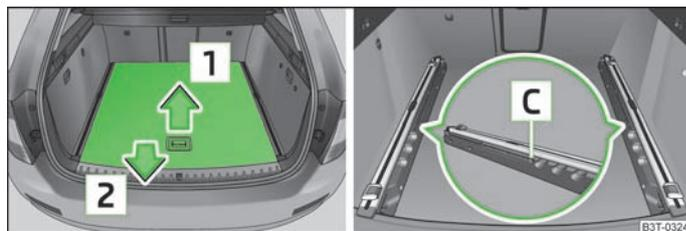
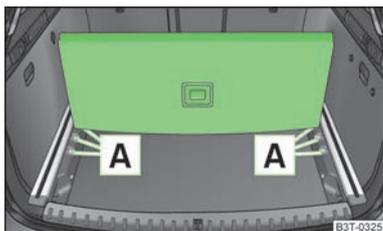

Fig. 73 Bagageira: remover parcialmente piso de carga variável
Fig. 74
- Segure na parte traseira do piso de carga variável pela pega, levante-a ligeiramente no sentido da seta [1] » Fig. 73 e retire por cima do pára-choques, no sentido da seta [2], até a mesma encaixar na abertura [C] » Fig. 73.
- Segure a parte traseira do piso pela pega, levante-a no sentido da seta [1] » Fig. 73 e insira a margem traseira numa das aberturas [A] » Fig. 74.